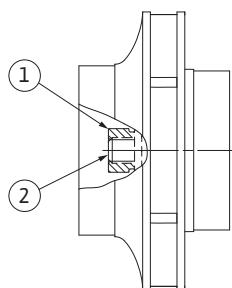

Fig. 55: Juoksupyörän mutterin oikea asento asennuksen jälkeen
- 29. Pidä akselistä kiinni (katso käsittelyvaihe 24) ja kiristä juoksupyörän mutteri määritetyllä kiristysmomentilla (katso luettelo "Taulukko 11: Ruuvien kiristysmomentit" sivulla 114). Mutterin (Fig. 55, pos. 1) pitää olla noin $\pm 0,5$ mm samassa tasossa akselin päään (Fig. 55, pos. 2) kanssa. Jos näin ei ole, irrota mutteri ja toista käsittelyvaiheet 25–29.